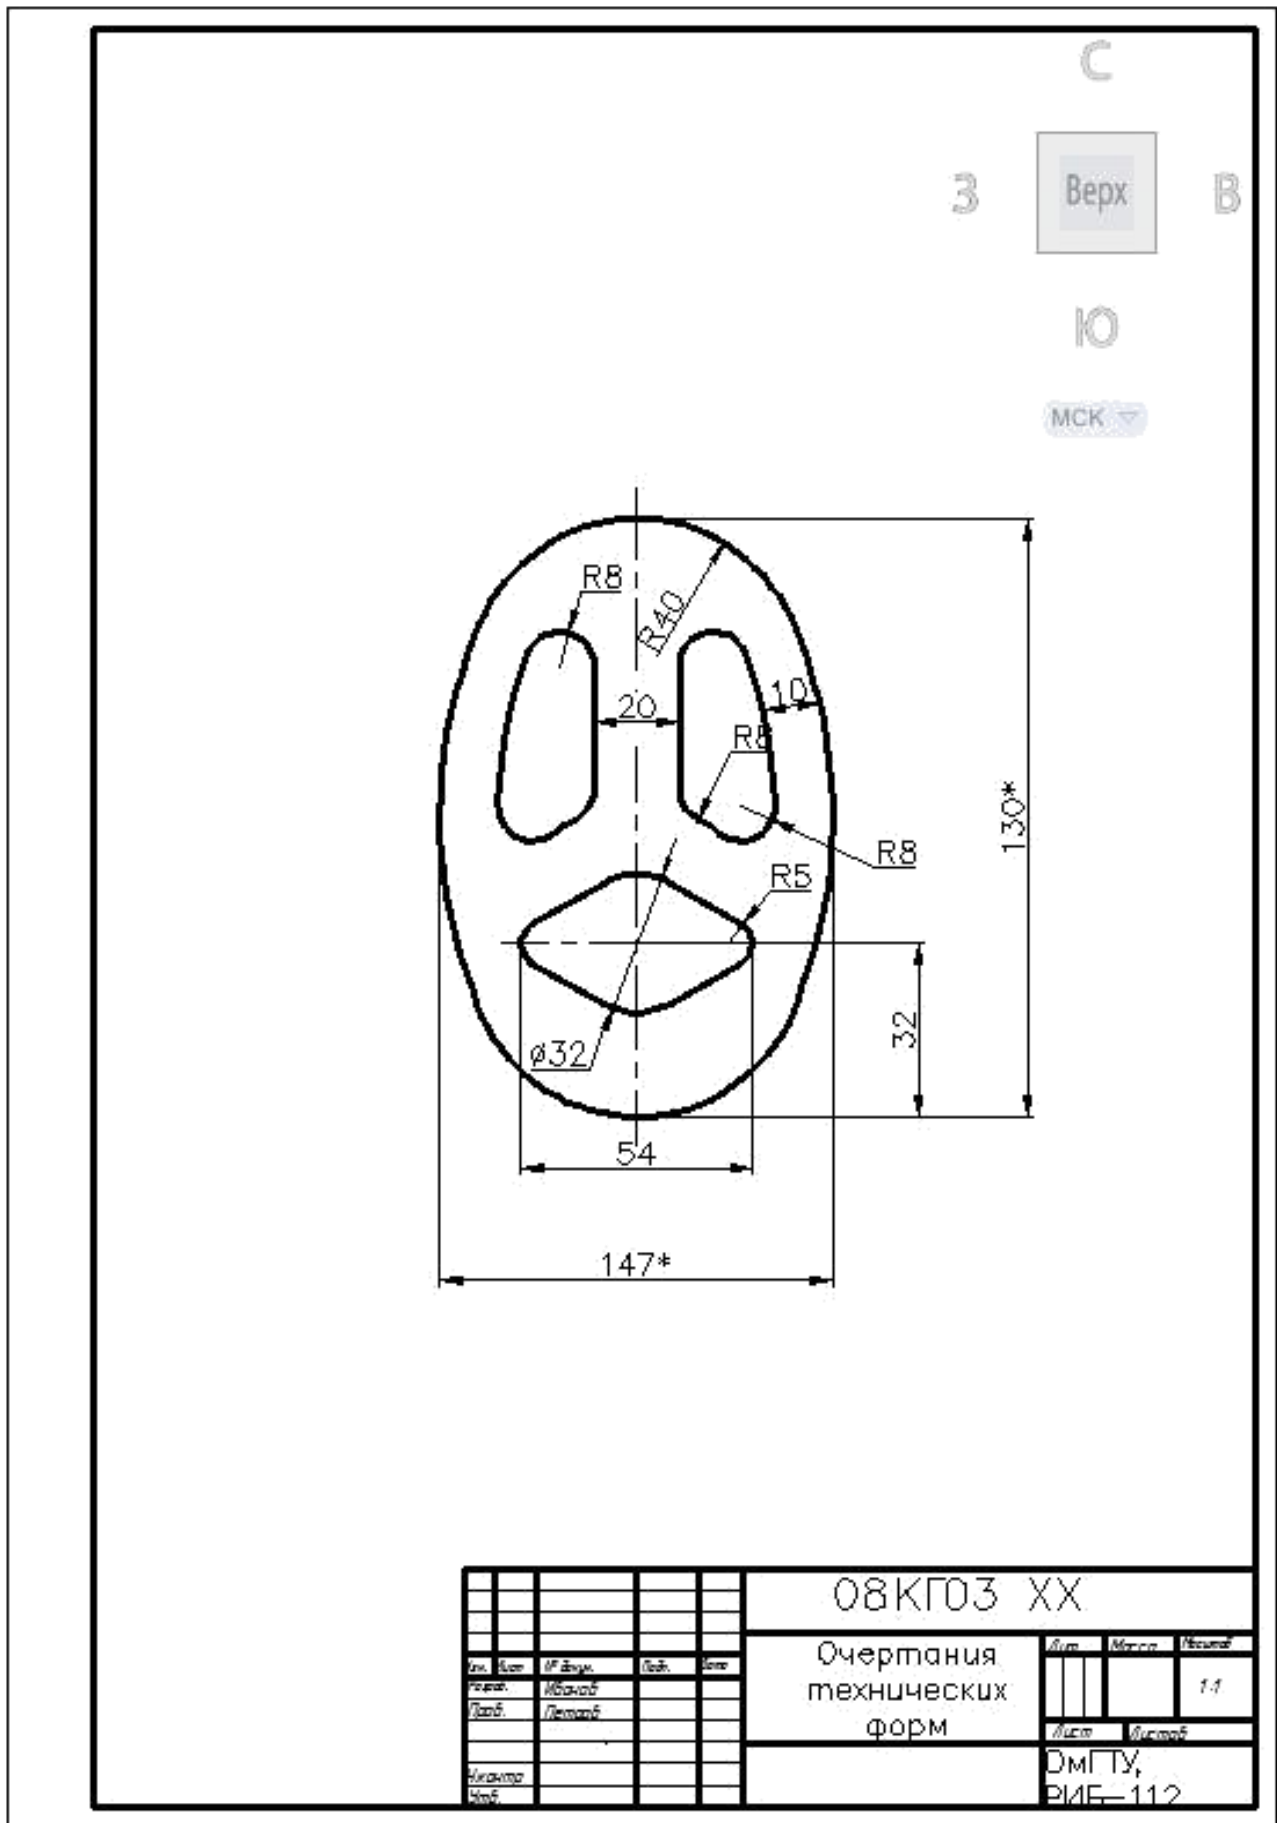

Рис. 3.19. Пример выполнения практического задания № 3 «Очертания технических форм»
5. Выполнить изображение осевых линий и окружностей, определяющих наружный контур (пример выполнения работы представлен на рис. 3.19):
Пример выполнения лабораторной работы № 3 представлен на рис. 3.19.